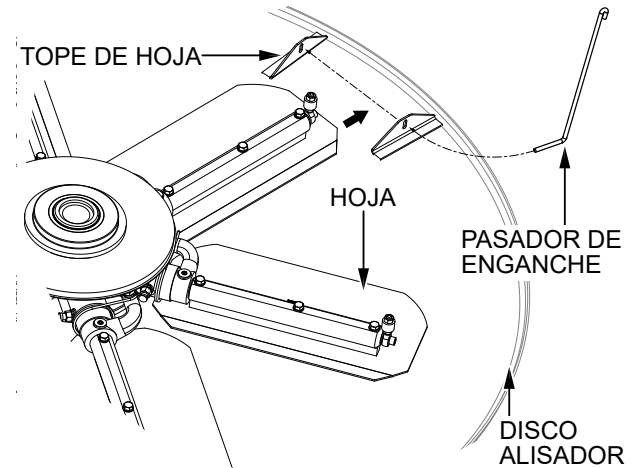

Figura 56. Instalación de los discos de flotación (pasadores de enganche)
1. Levante la alisadora justo lo suficiente para deslizar el disco de flotación debajo de las hojas. Baje la alisadora sobre el disco con las hojas entre los topes de hojas (Figura 56).
2. Gire las hojas de modo que encajen entre los topes de hojas (Figura 56). Asegúrese de girar las hojas en el mismo sentido que durante la operación, o use el motor para hacer girar las hojas hasta colocarlas.
3. Pase los pasadores de enganche por los agujeros en los topes de las hojas según se muestra en la Figura 56.